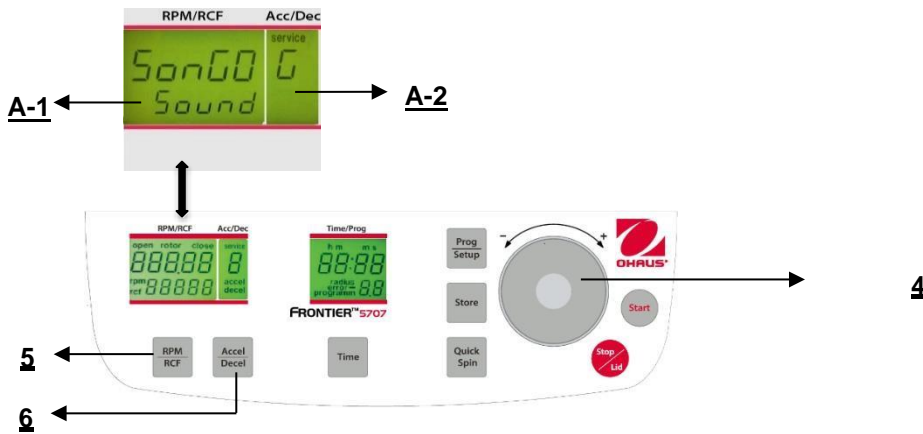

Figura. 31
Proceda como se describe en el punto 4.1.2 para ingresar en este modo de programa y luego presione el botón **"Accel/Decel"** (6). En la pantalla **"Acc/Decel"** (A-2) destella la palabra **"Service"**. Ahora seleccione la letra **"U"** con el dial de ajuste (4). Como resultado, en la pantalla **"RPM/RCF"** (A-1) aparecen las palabras **"Vol=0- 9/Sound"**. Después de presionar el botón **"RPM/RCF"** (5), puede ajustar el volumen deseado entre 0 (bajo) y 9 (alto) con el dial de ajuste (4) (vea la Figura 31).
Proceda como se describe en el punto 4.1.2 para ingresar en este modo de programa y luego presione el botón **"Accel/Decel"** (6). En la pantalla **"Acc/Dec"** (A-2) destella la palabra **"Service"**. Ahora seleccione la letra **"G"** con el dial de ajuste (4). Como resultado, en la pantalla **"RPM/RCF"** (A-1) aparece la palabra **"SonGo/Sound"**. Después de presionar el botón **"RPM/RCF"** (5), puede seleccionar una melodía con el dial de ajuste (4). (Vea la Figura 31).